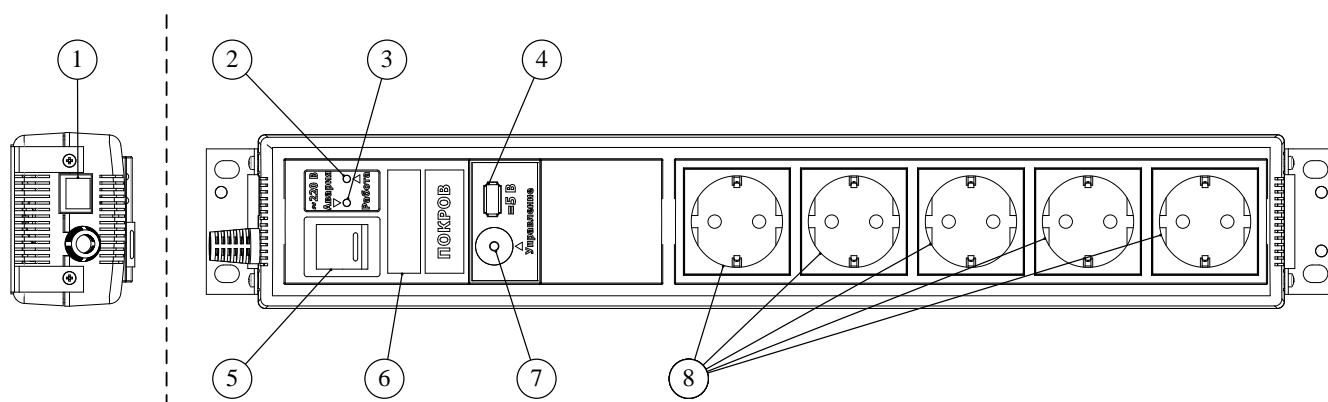

Рисунок 1 – Внешний вид изделия
1.4.2 На передней и торцевой панелях генератора шума расположены следующие элементы (рисунок 1):